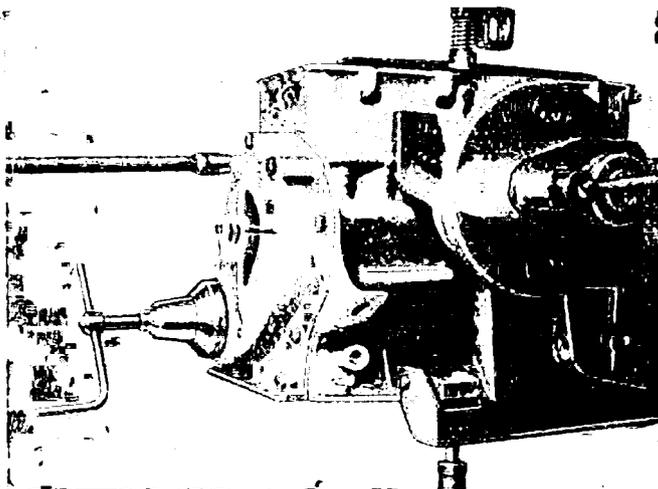

Abb. 29.
16. An der Kurbelwelle wird der Ölschleuderring aufgesteckt und der vordere Deckel des Motors mit der Dichtungseinlage angelegt. Für die Zentrierung der Deckelbohrung und der Kurbelwelle muß die Zentriervorrichtung Ac Oca 1423 (siehe Abb. 29) verwendet werden. Sodann werden alle Schrauben des vorderen Deckels festgezogen und die Zentriervorrichtung abgenommen.